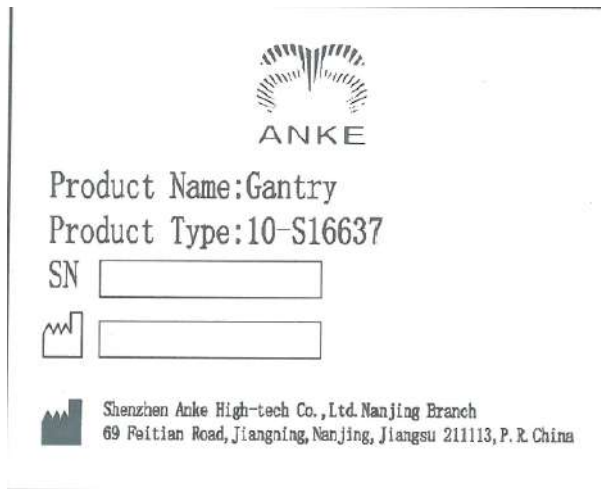

Рисунок2-7 Этикетка портала
2. Рисунок 2-7 является этикеткой портала, наклеенной на портал